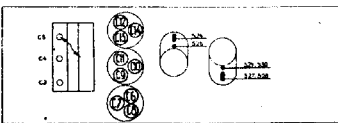

Fig. 4
7. S29, S30 van de 4e M.F.-kring afregelen op maximale output (fig. 4).
9. S27, S28 van 3e M.F.-kring afregelen op maximale output (fig. 4).
11. S26 van 2e M.F.-kring afregelen op maximale output (fig. 4). Zie ook de aantekening onder het hoofd „Algemeen” op bld. C 1.
13. S24 van 1e M.F.-kring afregelen op maximale output (fig. 4).
8. Oscillator uitschakelen door C5 kort te sluiten (fig. 4).
- Oscillator uitschakelen door C5 kort te sluiten (fig. 4).